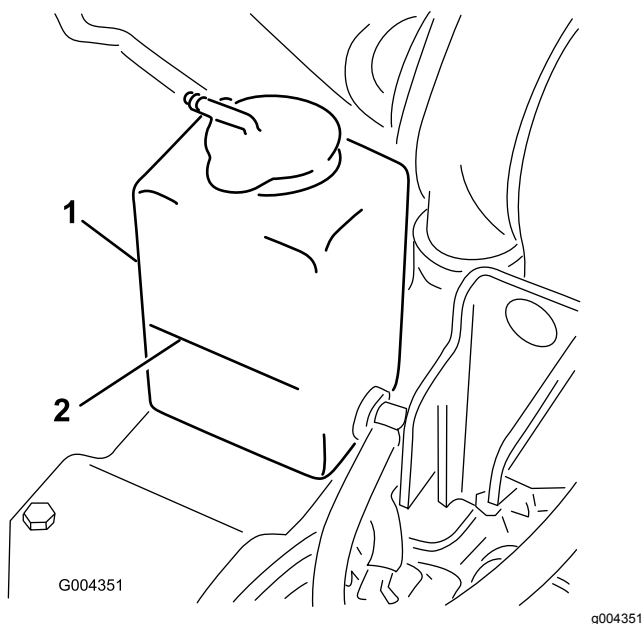

Figura 50
3. Controllate il livello del refrigerante nel serbatoio di espansione (Figura 50).
I. Aggiungete il refrigerante nel serbatoio di espansione finché non raggiunge il segno di pieno sul lato del serbatoio (Figura 50).